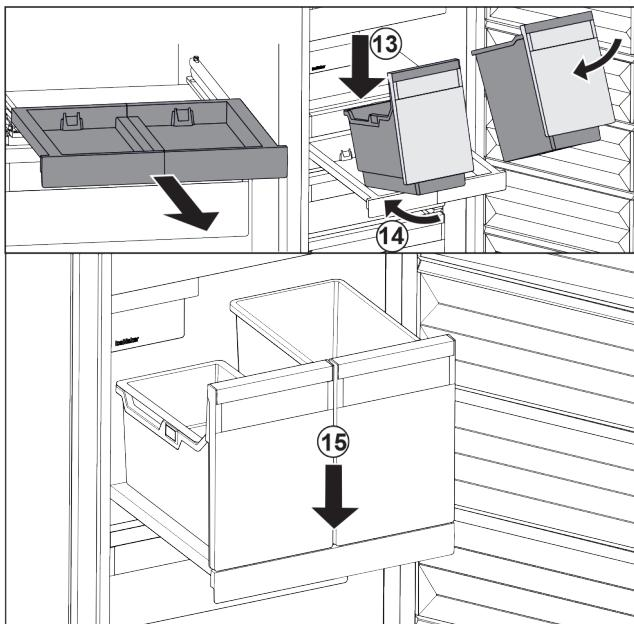

Fig. 35
- Nasadte nádobu šikmo na vysouvací desku. Fig. 35 (13)
- Zasuňte nádobu šikmo dozadu. Fig. 35 (14)
- Usaďte vpředu nádobu. Fig. 35 (15)